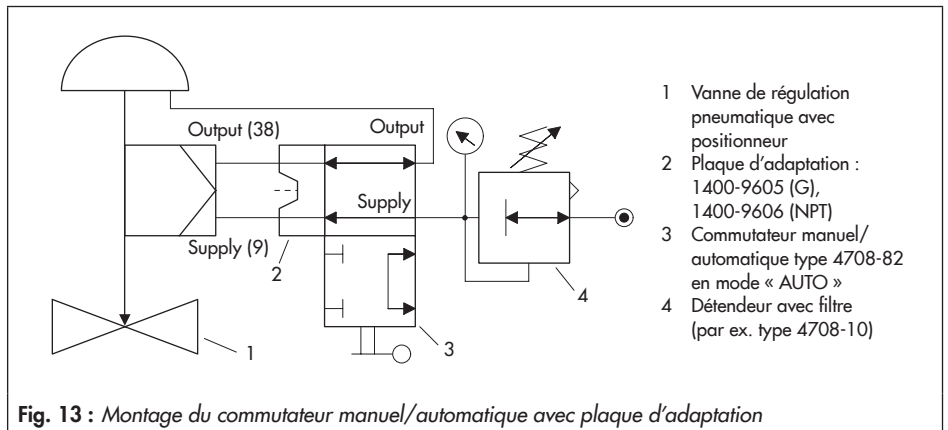

Fig. 13 : Montage du commutateur manuel/automatique avec plaque d'adaptation
- Mettre en place la tubulure du positionneur et du servomoteur pneumatique selon la Fig. 13.